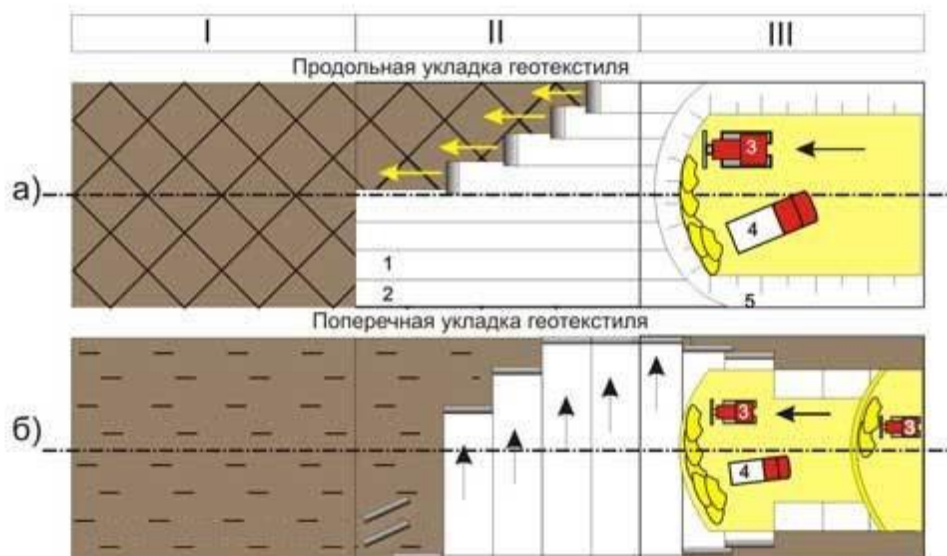

Рис. 1 Продольная и поперечная укладка геотекстиля: 1-2 Геополотно; 3 Бульдозер; 4
6. При укладке геотекстиля, для создания защитно-армирующих прослоек (в поперечном направлении – см. Рис.1, б) величина перекрытия при отсутствии соединения должна быть не менее 0,5 м. Полотна крепят к грунту анкерами, устанавливаемыми на ширине перекрытия через 1,5 – 2,0 метра. Соединение полотен позволяет снизить величину их перекрытия. Предпочтительным видом соединения полотен является их сшивание с применением мешкозашивочных швейных машинок.